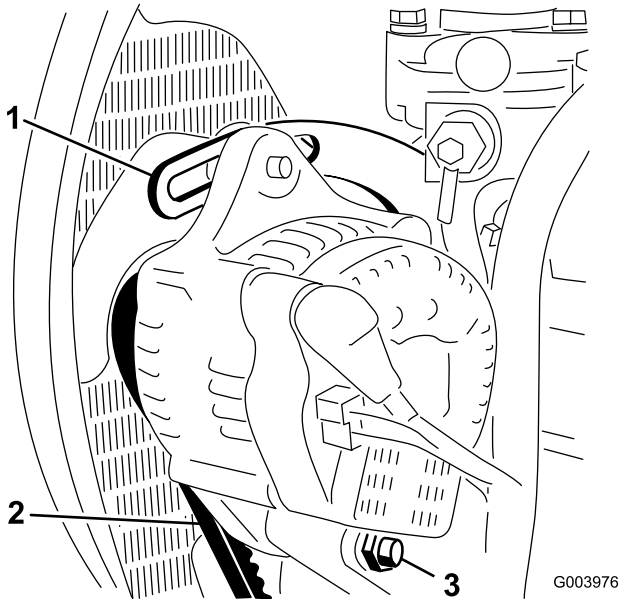

图58
2. 检查交流发电机皮带张紧力的方法：使用 10kg 的力按压交流发电机和曲轴箱皮带轮之间的皮带（图 58）中间位置。
3. 松开将皮带环形支架固定到发动机（图 58）的螺栓，以及将交流发电机固定到皮带环形支架上的螺栓和枢轴螺栓。